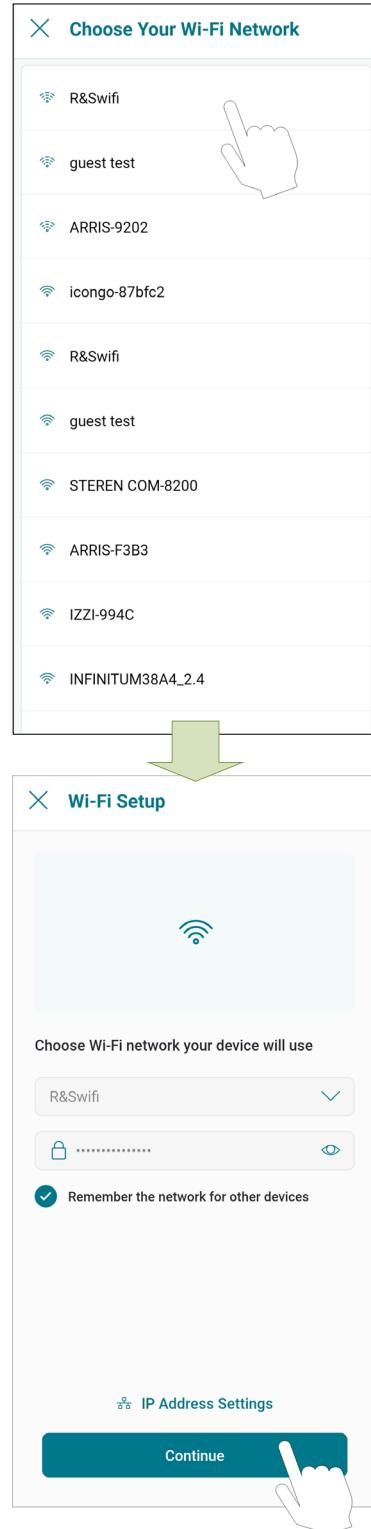

Figure 118. Configuration Wi-Fi
7. L'écran Configuration Wi-Fi (Wi-Fi Setup) s'affiche. Sélectionnez ou entrez le réseau Wi-Fi auquel vous souhaitez connecter votre appareil et saisissez le mot de passe réseau, voir **Figure 118**.